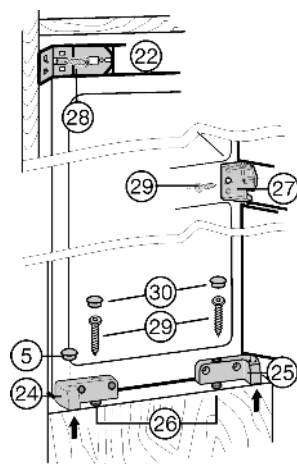

Fig. 15
- ▶ Fixer l'appareil sur le dessus : Pousser l'appareil sur la paroi du meuble et visser à l'aide de vis pour plaque de fixation Fig. 15 (28) au travers de l'équerre de fixation Fig. 15 (22).
- ▶ Fixer l'appareil dans son centre : par la vis de fixation Fig. 15 (27) à l'aide de vis pour plaque de fixation Fig. 15 (29).
- ▶ Fixer l'appareil dans le bas : avec les vis pour plaque de fixation Fig. 15 (29) à l'aide de vis de réglage Fig. 15 (26) dans le support Fig. 15 (24) et le support Fig. 15 (25).